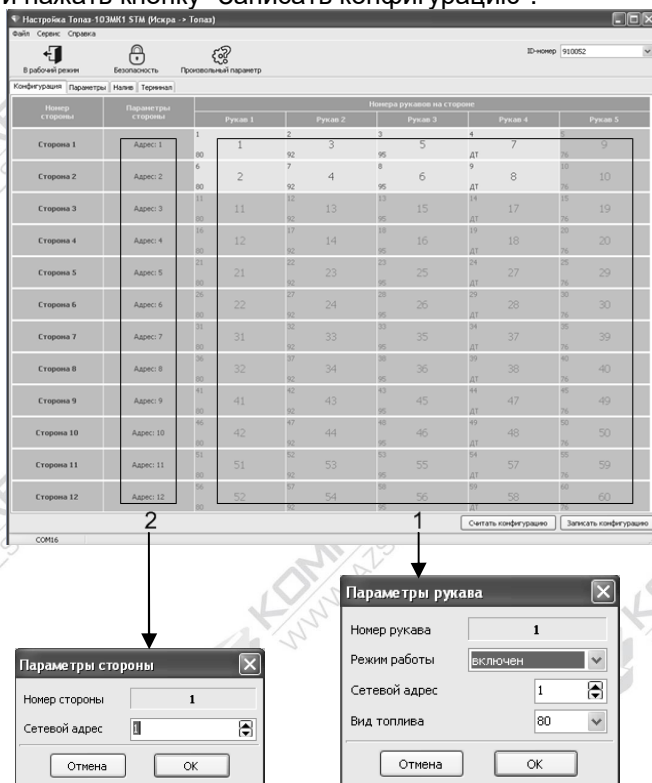

Рисунок 4
7.6 Для настройки параметров рукава сделать двойной клик левой кнопкой мыши по адресу требуемого рукава (рисунок 4, область № 1).